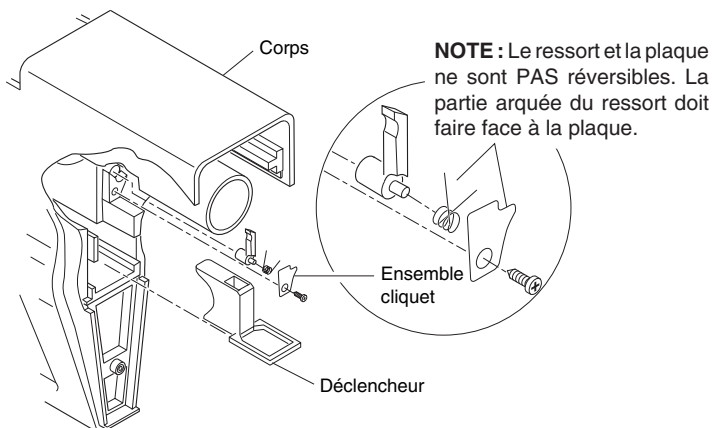

Figure 17 - Remise en place de l'ensemble cliquet/déclencheur
1. Assembler les composantes du cliquet et les visser dans le corps au moyen d'un tournevis Phillips (consulter la Figure 17).
2. Glisser le déclencheur dans le corps (consulter la Figure 17).